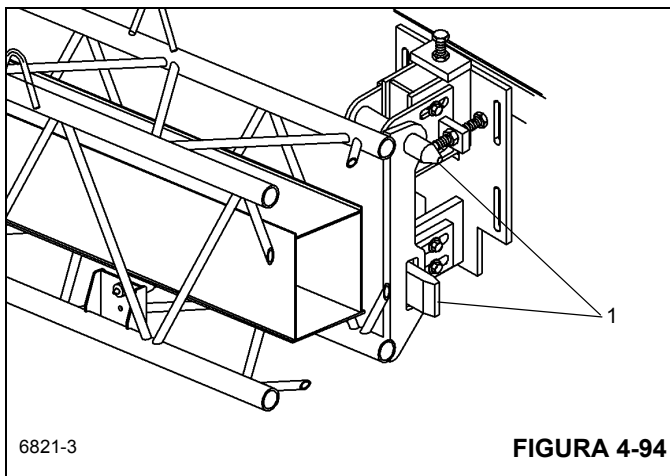
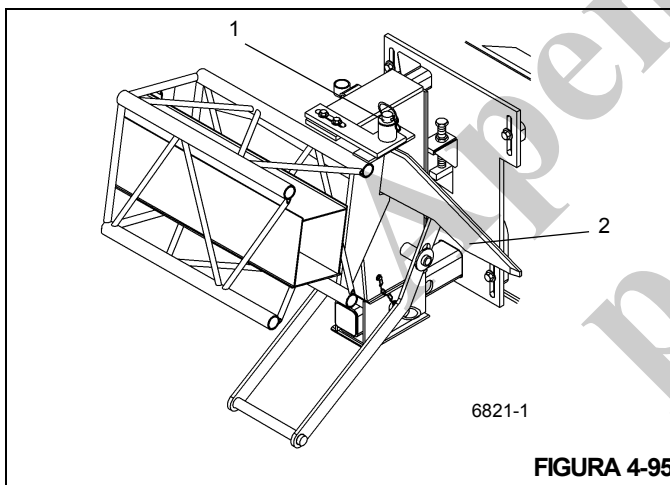

FIGURA 4-94
FIGURA 4-95
8. Estenda a lança aproximadamente 51 a 64 cm (20 a 25 pol.) Verifique se os olhais de armazenamento da extensão da lança se alinham na frente dos pinos guia (Figura 4-94, 1) e sobem (Figura 4-95, 2) nos suportes de armazenamento quando a extensão da lança é posicionada ao lado da lança.
9. Verifique se de que o pino da presilha e o pino do engate (Figura 4-95, 1) foram removidos do suporte de armazenamento traseiro.
11. Alinhe as olhas de armazenamento da extensão da lança aos pinos de guia, fixe (Figura 4-95, 2) nos suportes de armazenamento e retraia totalmente a lança.
12. Instale o pino do engate e o pino da presilha (Figura 4-95, 1) que fixam a extensão da lança no suporte de armazenamento traseiro.